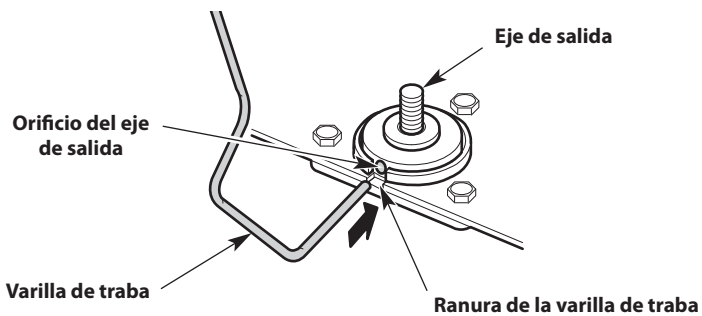

Fig. 7
1. Alinee el orificio del eje de salida con la ranura de la varilla de traba. Inserte la varilla de traba en la ranura de la varilla de traba y en el agujero del eje de salida (Fig. 7).
4. Alinee el orificio del eje de salida con la ranura de la varilla de traba. Inserte la varilla de traba en la ranura de la varilla de traba y en el agujero del eje de salida (Fig. 7).